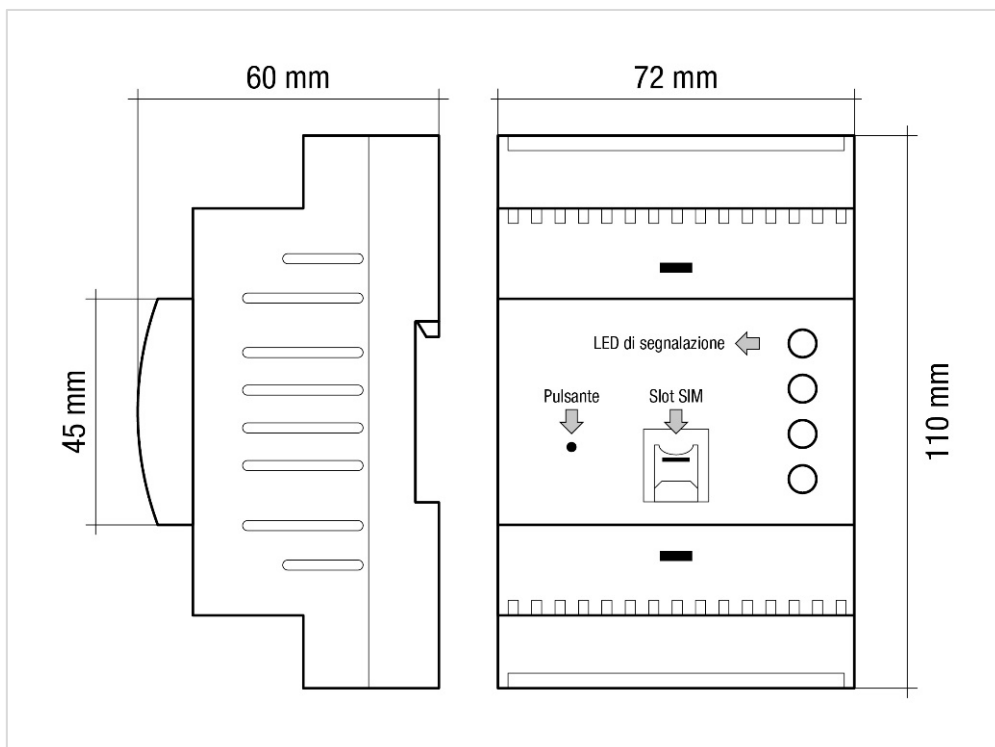

Fig. 1
- 3) Rimuovere il coperchio del dispositivo premendo leggermente verso il basso e inserire la scheda SIM (fig.1)